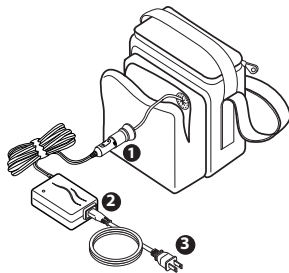

Figura 1: Carregamento da bateria
1. Conecte a extremidade do adaptador automotivo no soquete do conjunto de bateria localizado na bolsa frontal do estojo de transporte. Consulte a Figura 1.